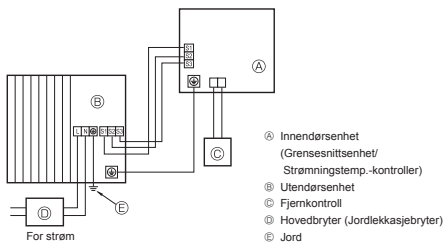
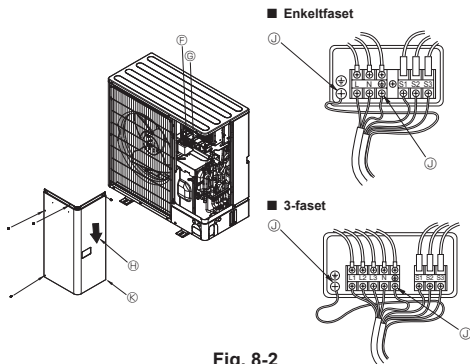

Fig. 8-1
Fig. 8-2
8.1. Utendørsenhet (fig. 8-1, fig. 8-2)
① Fjern servicepanelet.
② Legg kablene ved å se på fig. 8-1 og fig. 8-2.